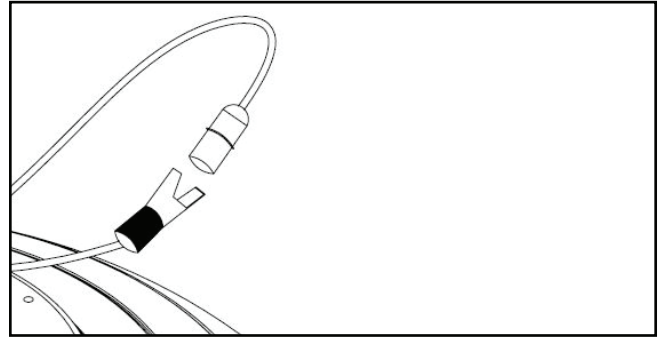

Figure 2.
2. Raccordez le circuit de charge du bloc-piles. (Figure 2)